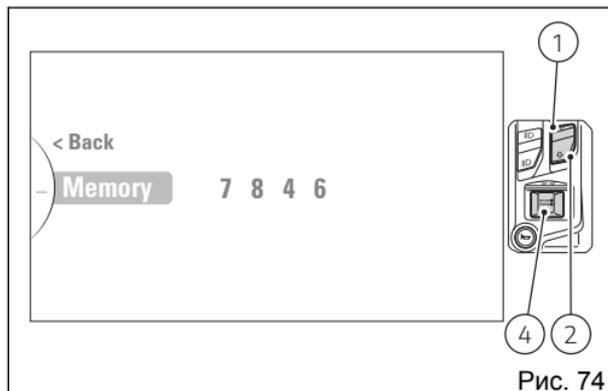

Рис. 74
Для записи введенного кода выделите надпись «Memory» (оранжевого цвета) и нажмите на кнопку (4) (Рис. 74).